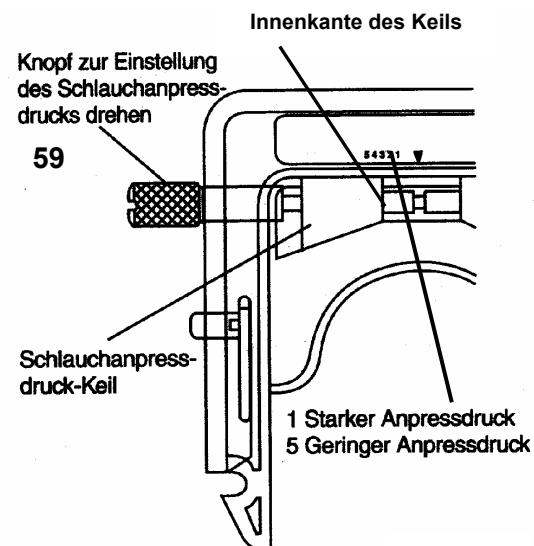

Bild 34
Das Schlauchcassettensystem lässt sich ohne jegliche Werkzeuge einfach im Snap-in-Verfahren einsetzen und ebenso leicht herausnehmen. Da die Schlauchcassetten in beiden Richtungen gleichermaßen funktionieren, ist die Orientierung der Cassette nicht wichtig. Jedoch empfiehlt es sich u. U., die Cassetten in alternierender Richtung anzurichten, so dass sich der Einstellknopf an den einzelnen Cassetten leichter drehen lässt, wenn mehrere Cassetten nebeneinander eingesetzt werden. Den Einstellknopf (59) für den Schlauchanpressdruck (Bild 34) entgegen dem Uhrzeigersinn auf die maximale Öffnung drehen. Dieser Schritt ist nicht notwendig, wenn der Schlauchanpressdruck auf der werkseitigen Einstellung steht oder bereits während vorausgehender Pumpvorgänge korrekt eingestellt wurde.
Nun den Schlauchanpressdruck einstellen. Zur Einstellung den Einstellknopf (59) so drehen, dass die Innenkante des Keils mittig zwischen den Ziffern 1 und 2 auf der Skala des Typenschildes liegt. (siehe Bild 34)
Bei laufender Pumpe den vorher eingestellten Schlauchanpressdruck verringern. Hierzu den Regulierknopf (59 Bild34) für den Schlauchanpressdruck entgegen dem Uhrzeigersinn drehen, um die Keile auf einen höheren Skalenwert (auf 5 hin) zu verschieben. Den Knopf (59 Bild34) weiter entgegen dem Uhrzeigersinn drehen, bis die Fördermenge zu stark verringert ist oder der erzeugte Druck nicht mehr ausreicht. Dann den Knopf wieder im Uhrzeigersinn drehen, bis Fördermenge und Druck stimmen.